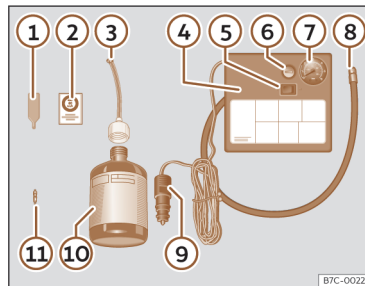

Fig. 214 Représentation standard : contenu du kit anticrevasion.
Le kit anti-crevaison se trouve dans le coffre à bagages, sous le revêtement de plancher. Il inclut les éléments suivants >>> **fig. 214** :
- Dévissez le capuchon et l'obus de la valve du pneu. Utilisez l'appareil >>> fig. 214 ① pour extraire l'obus. Placez-le sur une surface propre.
- Agitez fortement la bouteille de produit de colmatage des pneus >>> fig. 214 ⑩.
- Vissez le tuyau de gonflage >>> fig. 214 ③ sur la bouteille de produit de colmatage. Le plombage du goulot de la bouteille est automatiquement percé.
- Retirez le bouchon du tuyau de remplissage >>> fig. 214 ③, puis vissez l'extrémité ouverte du tuyau sur la valve du pneu.
- Placez de nouveau l'obus avec l'outil >>> fig. 214 ① sur la valve du pneu.
- Vissez le tuyau de gonflage du pneu du compresseur >>> fig. 214 ⑧ sur la valve du pneu.
- Vérifiez si la vis d'évacuation d'air est serrée >>> fig. 214 ⑥.
- Branchez le connecteur >>> fig. 214 ⑨ à la prise de courant de 12 volts du véhicule >>> page 221.
- Raccordez le compresseur d'air au commutateur ON/OFF >>> fig. 214 ⑤.
- Collez l'autocollant >>> **fig. 214 ②** sur le combiné d'instruments, dans le champ de vision du conducteur.
Revissez le tuyau de gonflage >>> **fig. 214 ⑧** et vérifiez la pression du manomètre **⑦**.